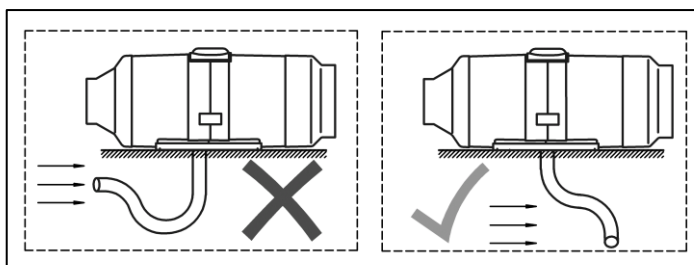

Рис. 5 – Позиция трубы воздухозаборника/выхлопной трубы
Убедиться, что ее отверстие направлено вниз (см. Рис. 5). Если это невозможно, необходимо просверлить отверстие  $\varnothing 3$  мм в самой нижней точке трубы.
Выхлопная труба должна устанавливаться выпускным отверстием **вниз** (Рис. 5), но с таким расчетом, чтобы не допускать засорения или попадания снега и грязи, а также обеспечивать свободный сток попавшей в него воды.
**Не размещать выходящее отверстие выхлопной трубы перед входящим потоком воздуха движущегося транспортного средства или судна (см. Рис. 5).**